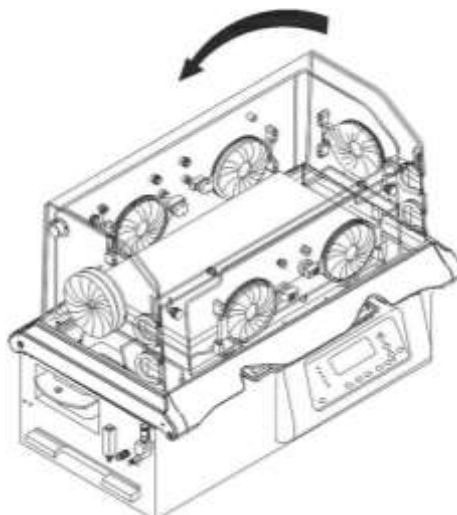

Figura 195 – Cúpula fechada
1. Mova a cúpula para trás até que ela trave no pino figura 195.